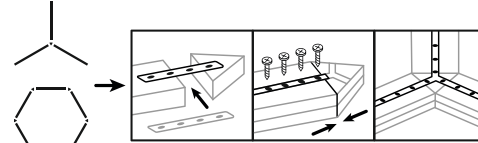

Рис. 9. Соединение светильников с помощью треугольных модулей
- Соединение светильников под углом 120° (рис. 9) с использованием треугольных модулей: